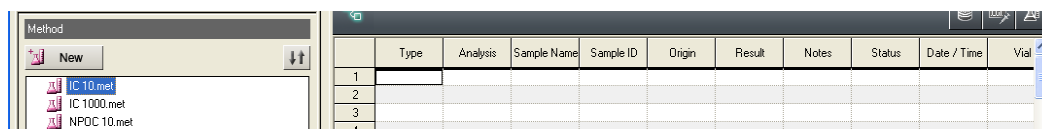

Figura 8.3.1 – Inserção da injeção na planilha de trabalho.
1. Para a criação de uma nova planilha para a injeção de amostras, primeiramente deve-se seguir os passos descritos do item 8 a 10 da seção 6 deste documento. Com a nova planilha aberta, Figura 6.5, deve-se “arrastar” o ícone do método desejado até a linha de injeção a ser efetuada, Figura 8.3.1.